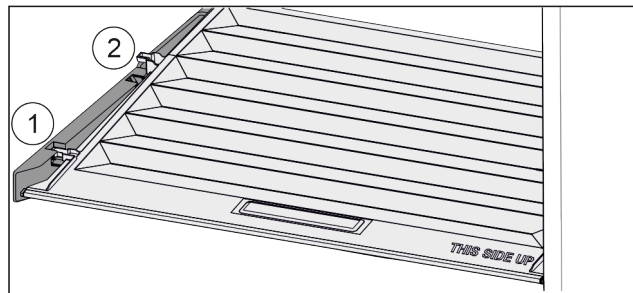

Fig. 115
- ▶ Pokrov povlecite naprej *Fig. 115 (1)* do odprtine v držalnih delih.
- ▶ Zadaj ga od spodaj dvignite in odstranite *Fig. 115 (2)* navzgor.